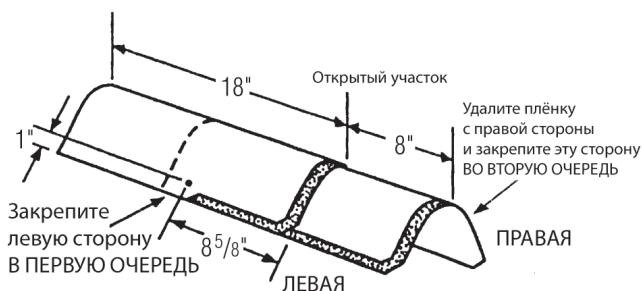

Рис. 16-19. Монтаж гонга Shangle® Ridge на рёбра и коньки.
7. Прибейте каждый покрывающий гонт двумя гвоздями (Рис. 16-19). Длина гвоздей должна составлять не менее 45 мм, чтобы они входили в обрешётку на 19 мм или проходили через неё насквозь таким образом, чтобы гвоздь с обратной стороны выступал не менее чем на 1/8»3 мм. Оставляйте вспомогательные гонты на коньке или ребре открытыми на 20,3 см и закрывайте все гвозди.